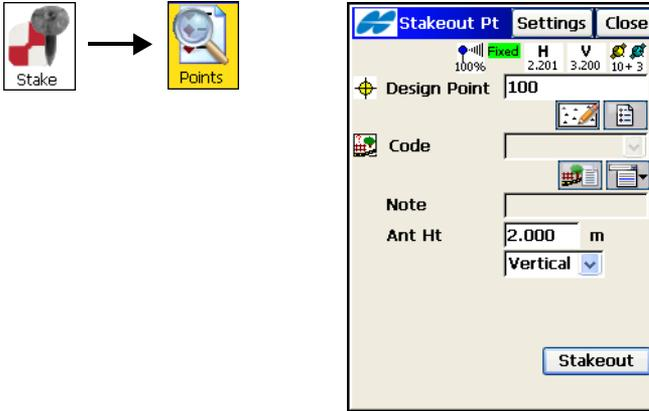

Abbildung 9-2. Absteckpunkt
1. Wählen Sie **Absteckung** ▶ **Punkte** (Abbildung 9-2).
2. Tippen Sie im Fenster *Abst.punkt* auf die Schaltfläche **Optionen** (Abbildung 9-2).
6. Wählen Sie den Absteckpunkt in einer Liste oder auf der Karte. Sie können auch den Namen eingeben. Wählen Sie die Antennenparameter: Höhe und Höhenmesstyp (GPS+-Modus) oder Zielhöhe (TS-Modus). Wählen Sie, ob eine PTL-Punktabsteckung erfolgt. Tippen Sie im Fenster **Absteckpunkt** auf die Schaltfläche **Abstecken** (Abbildung 9-2 auf Seite 9-2).